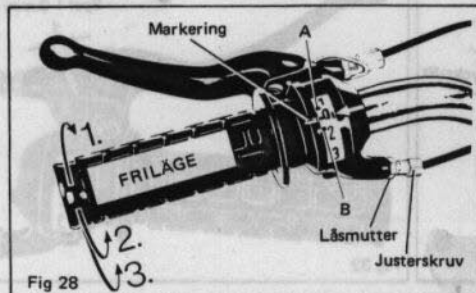

Fig 28
Ställ växelhandtaget i friläge (0), se pilmarkeringen fig 28.
Notera var markeringen ligger när det hörs att ettan går in. Se fig 28.
Notera var markeringen ligger när det hörs att tvåan går in. Se fig 28.
Ettan respektive tvåan skall gå in på samma avstånd från friläget. Se A och B fig 28.
Om ettan går in för tidigt skall justerskruven skruvas in. Se fig 28.
Om tvåan går in för tidigt skall justerskruven skruvas ut. Se fig 28